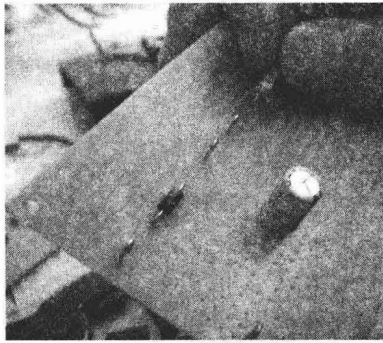

图 1-1-8 元器件插装
① 如图 1-1-8 所示,插装时元器件标志符号应向上、向外,以便查看.